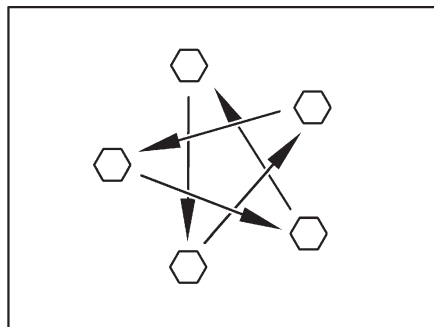

Fig. 306 Serrer en croix les écrous ou les boulons de roue
- Vérifier régulièrement le serrage des écrous ou des boulons de roues. Resserrer alternativement et en croix (Fig. 306) tous les écrous ou les boulons de roue 50 km après le changement d'une roue.
- ▷ Serrer en croix les écrous ou les boulons de roue (Fig. 306).